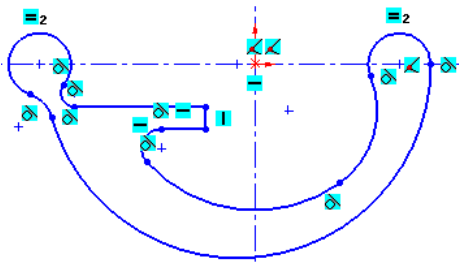

图 2.14.6 添加“相切”约束
Step3. 添加图 2.14.6 所示的“相切”约束及其他必要约束。